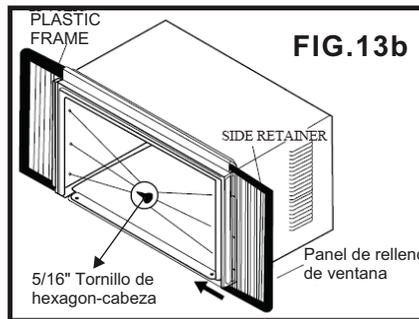

FIG.13b
5. Inserte las patas superior e inferior del marco del panel de relleno de la ventana en el canal en el ángulo superior y el riel inferior. Hacer ambas partes. Instale el retén lateral en el gabinete como se muestra.(FIG 13b-14).